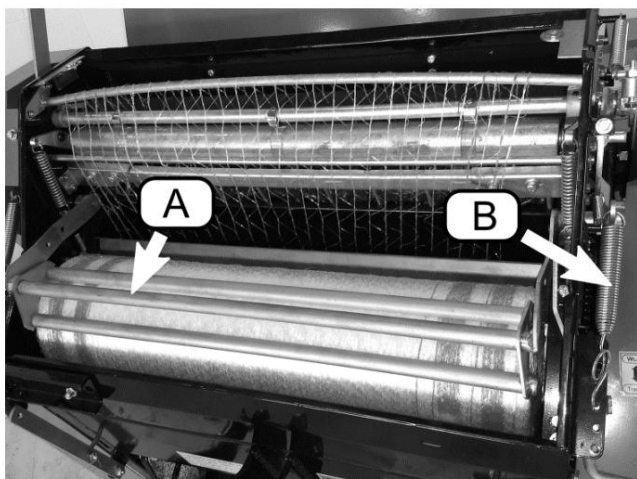

Figura 13 Fața preseii de balotat
Întinzătorul rolei de plasă (Figura 13, A) asigură forța necesară pentru a menține rola de plasă pe loc și pentru a îmbunătăți performanța de înfășurare și tăiere a plasei. Consultați Secțiunea 4.1.1 pentru detalii despre reglarea arcurilor de tensiune (B).